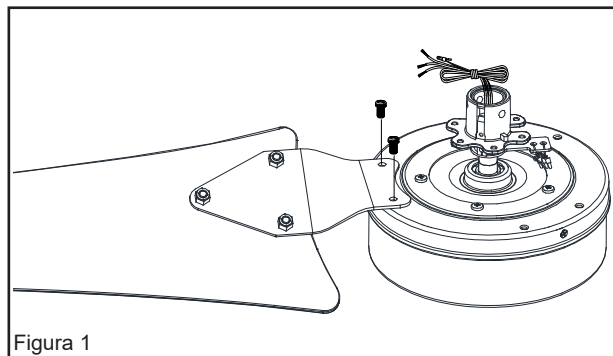

Figura 1
- 3 Retire la cubierta del soporte para colgar. Retire la moldura con cierre giratorio anillo girándolo en el sentido contrario a las agujas del reloj. Retire el tornillo de la cubierta que no tiene ranura para llave en la cubierta. Afloje el tornillo con la ranura para llave y retire la cubierta. (Figura 1)
- 2 Instale un conjunto de aspas en la carcasa del ventilador alineando los dos orificios para tornillos en el conjunto de aspas con los orificios en el ventilador motor, asegúrelo con los tornillos provistos. (Figura 1)
- 1 Retire la bola colgante de la varilla aflojando el tornillo de fijación en el costado de la bola colgante. Deslice la bola colgante hacia abajo y retire el pasador transversal. (Figura 1)